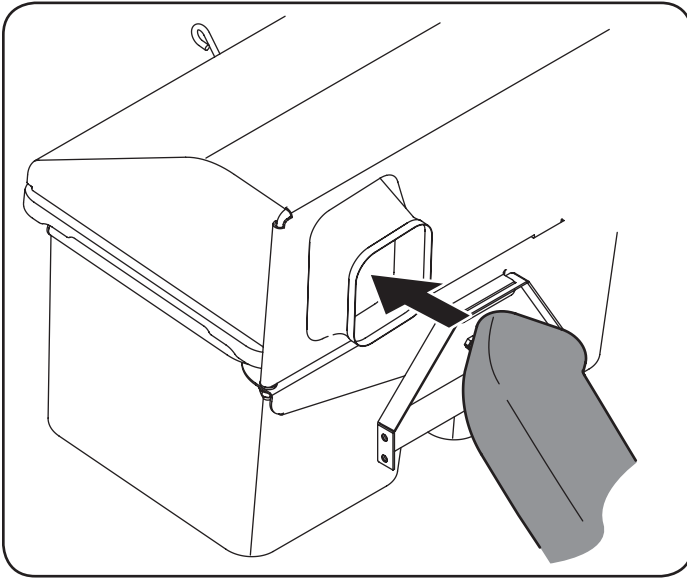

Figura 8
8. Inserte el tubo del canal a través de la cubierta del colector de césped, en la abertura provista. Resulta más fácil si se introduce el extremo del tubo dentro de la abertura con el tubo del canal girado de manera que quede dado vuelta, girando luego a la derecha después de insertarlo en la cubierta. Consulte la Figura 8.